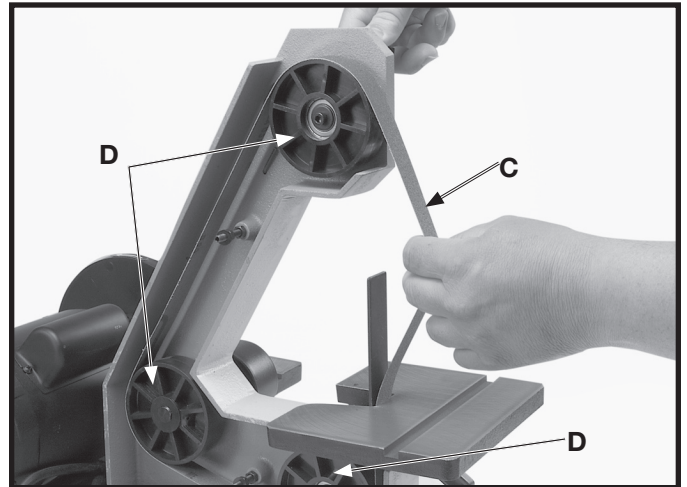

Fig. 32
3. Oprima la perilla de alineamiento para soltar la tensión de la correa, y quite la correa (C) Fig. 32 de las tres poleas (D), como se ilustra aquí.